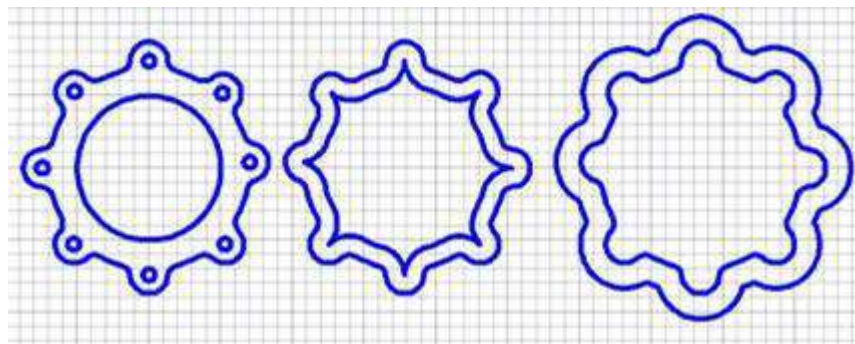

Рис. 3. Контурные объекты.
4. В произвольном виде без размеров начертите объект как показано на рис. 3. При помощи команды **Обрезка** получите объект необходимые объекты.